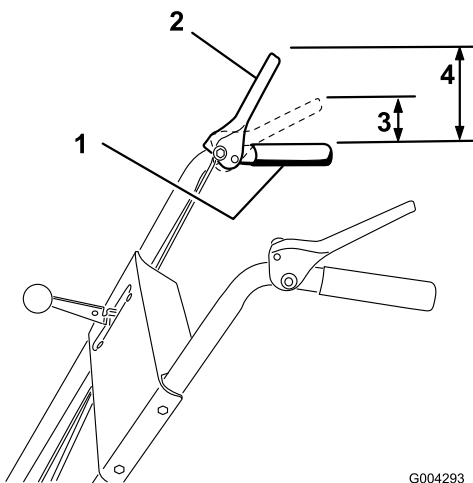

Figure 9
3. Vérifiez la distance entre le haut de la poignée et le bas de la manette de commande de fraise/turbine (Figure 9).
Remarque: La résistance augmente de manière perceptible lorsque la courroie d'entraînement de la fraise/turbine se tend (à peu près à mi-course de la manette). Le réglage est correct quand la résistance commence à augmenter et que 2,5 à 5 cm séparent le haut de la poignée et le bas de la manette de commande de la fraise/turbine comme illustré à la Figure 9.